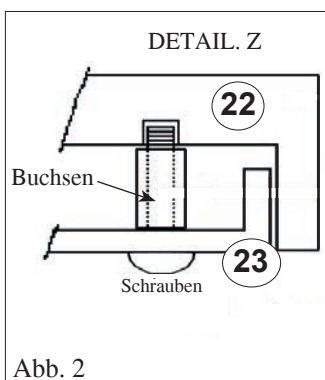

Abb. 2
HINWEIS: Zur korrekten Montage des oberen vorderen Frontpanels (22) ist es notwendig, dass zwischen diesem und dem Frontpaneel (23) der mitgelieferte Einsatz platziert wird, so wie es im Detail "Z" in Abb. 2 angegeben ist.